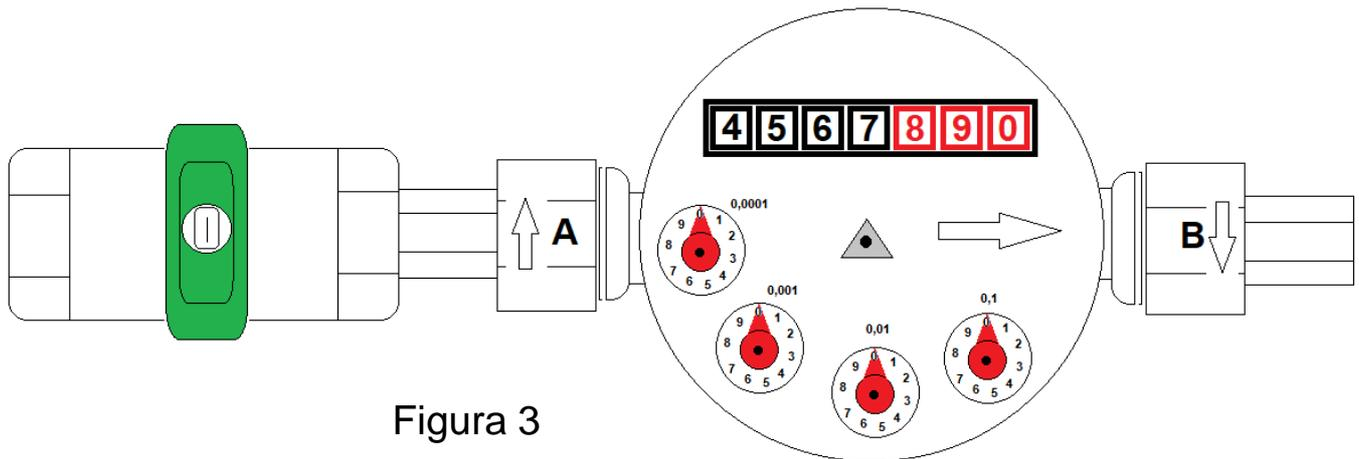
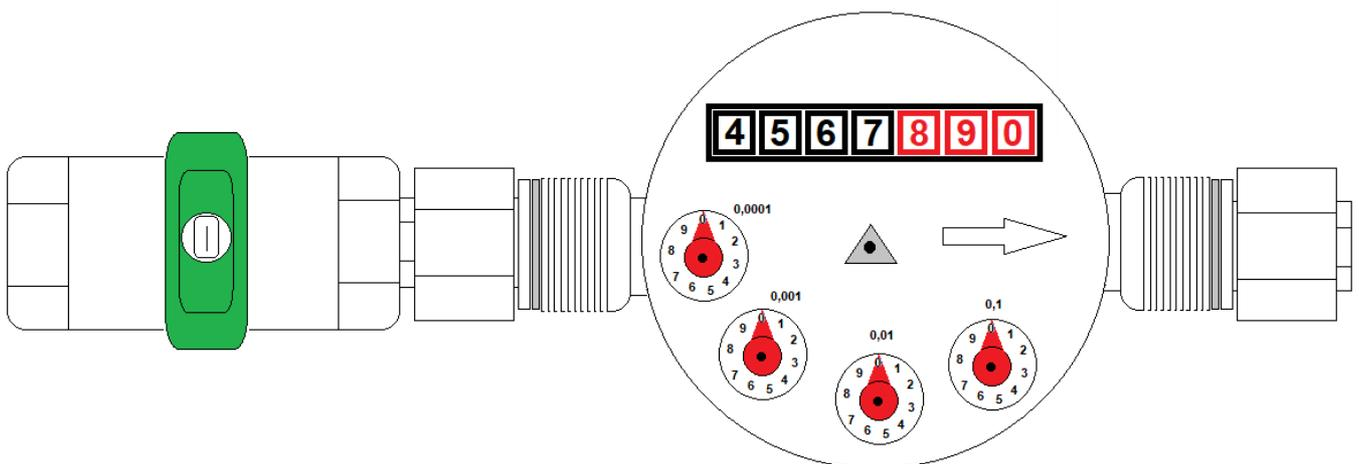

Figura 3
Figura 4
**1.1.3** - Con apposite pinze svitare completamente i raccordi A e B dagli attacchi del contatore (Figura 3) fino a posizionarli come in Figura 4.